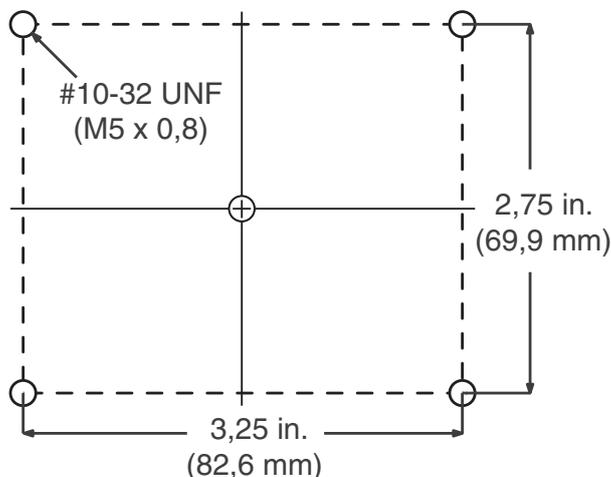

Рис. 21: Отверстия для монтажа CGM
4. Просверлите монтажные отверстия по размерам, указанным на **Рис. 21**.